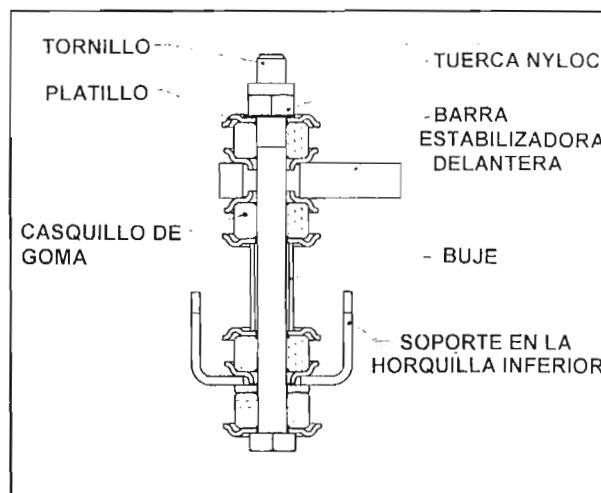

Fig.5 – Montaje de la barra estabilizadora en la horquilla inferior
- Destornille y retire las tuercas que sujetan la barra estabilizadora en el soporte en la horquilla inferior y retire el tornillo, los platillos, el buje y los casquillos de goma (Fig.5).